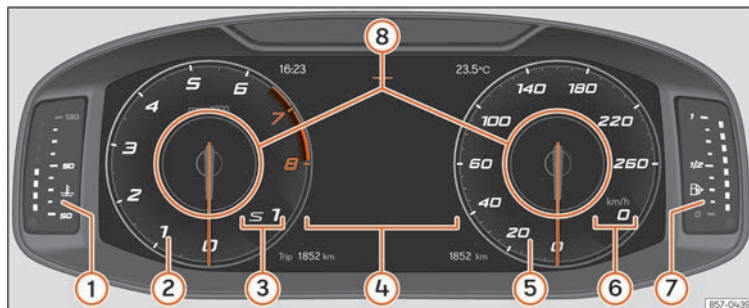

Fig. 62 SEAT Digital Cockpit sur le combiné d'instruments (vue classique).
Dans toutes les vues, il est possible de personnaliser les informations qui apparaissent dans **Profils d'information** » **fig. 62 ⑧**.
Les aiguilles du compte-tours et du tachymètre sont affichées en entier » » fig. 62.